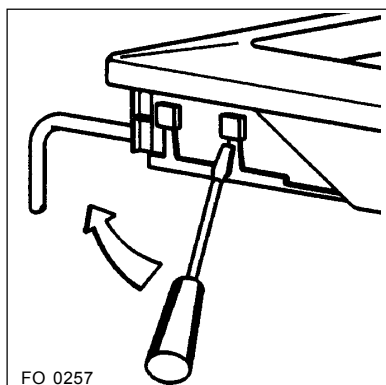

Fig. 5
- insérez l'extrémité d'un tournevis dans les saillies situées sur la côté de l'appareil (Fig. 5);